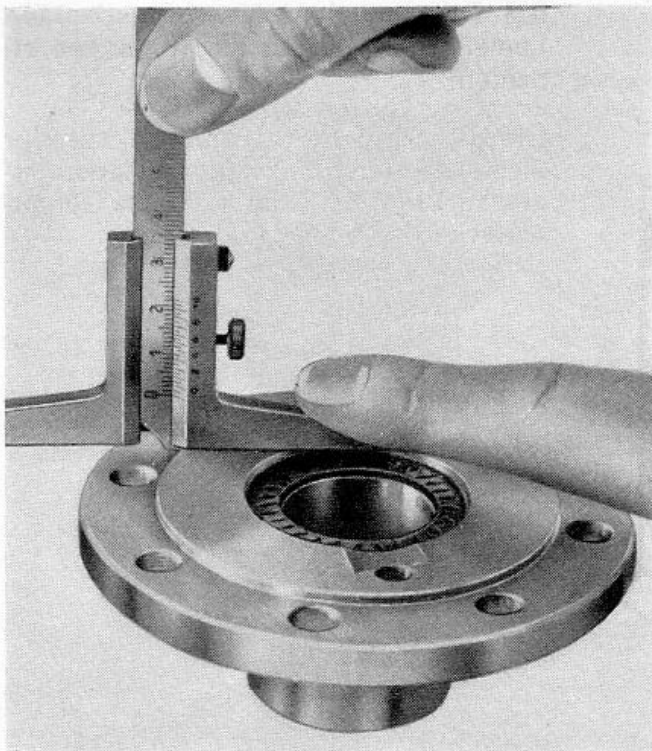

Abb. 6
3. Von dem unter 2. gemessenen Wert ist die Höhe des Bundes am Deckel (11) abzuziehen (Abb. 6).